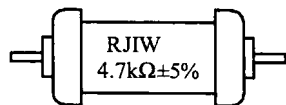

图 2.3 电阻值的直标法
(3) 标志方法。由于电阻表面积有限，以及用户对参数的关心程度不同，对于 $1/8 \sim 1/2\ \text{W}$ 的小功率电阻，通常只将电阻标称值和允许偏差标注于电阻体上。电阻的参数标志方法有 3 种，即直标法、色标法、文字符号和数标法。
① 直标法。将电阻器的主要参数直接印制在电阻体表面上，如图 2.3 所示。如果未标出阻值单位，则阻值单位为 Ω 。如果未标出允许偏差，则允许偏差为 $\pm 20\%$ 。